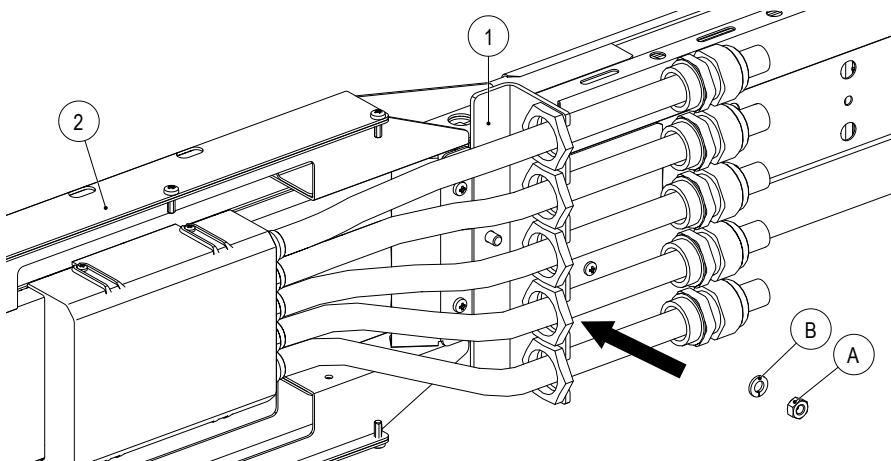

Abb. 69: Zugentlastungsblech (1) montieren
4. Das Zugentlastungsblech (1) an den Befestigungsrahmen (2) und hinter die Anschlussleitungen schieben (3), sodass die einzelnen Anschlussleitungen in den Ausbuchtungen des Zugentlastungsblech (1) sitzen (siehe Abb. 69).